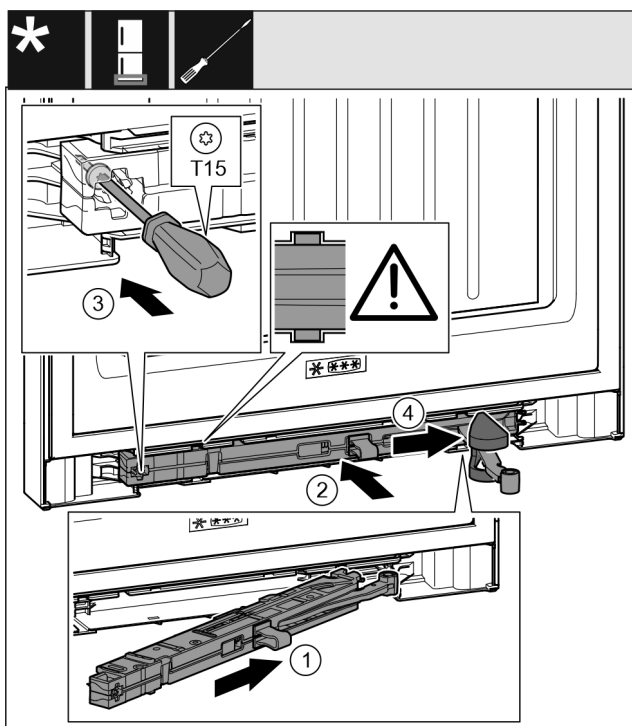

Fig. 48
- ▶ Tolja be ferdén, ütközésig a zárászcillapító egységet Fig. 48 (1) a mélyedésbe a csapágybak felőli oldalon.
- ▶ Tolja be teljesen a mélyedésbe a zárászcillapító egységet Fig. 48 (2).
- ▶ Húzza meg a csavart Fig. 48 (3) csavarhúzóval.
- ▶ Tolja rá a csuklóra a fedelet Fig. 48 (4).